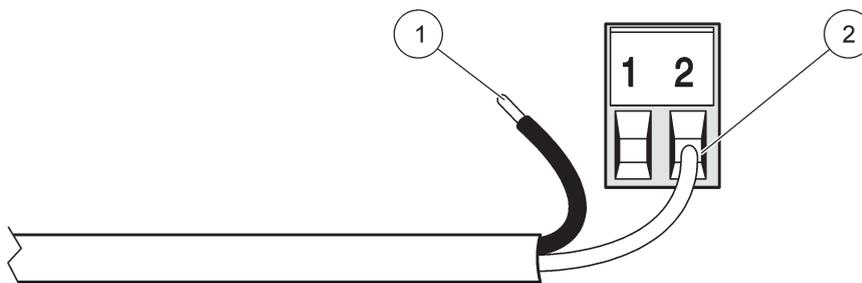
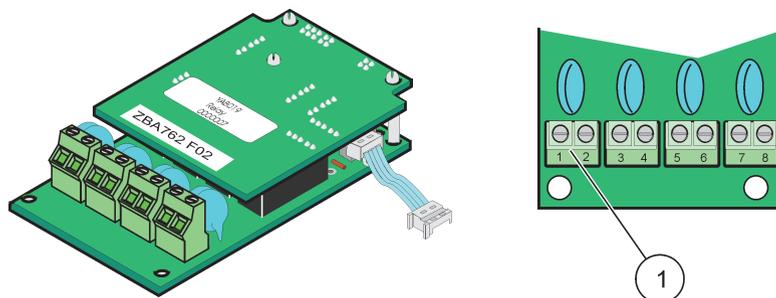
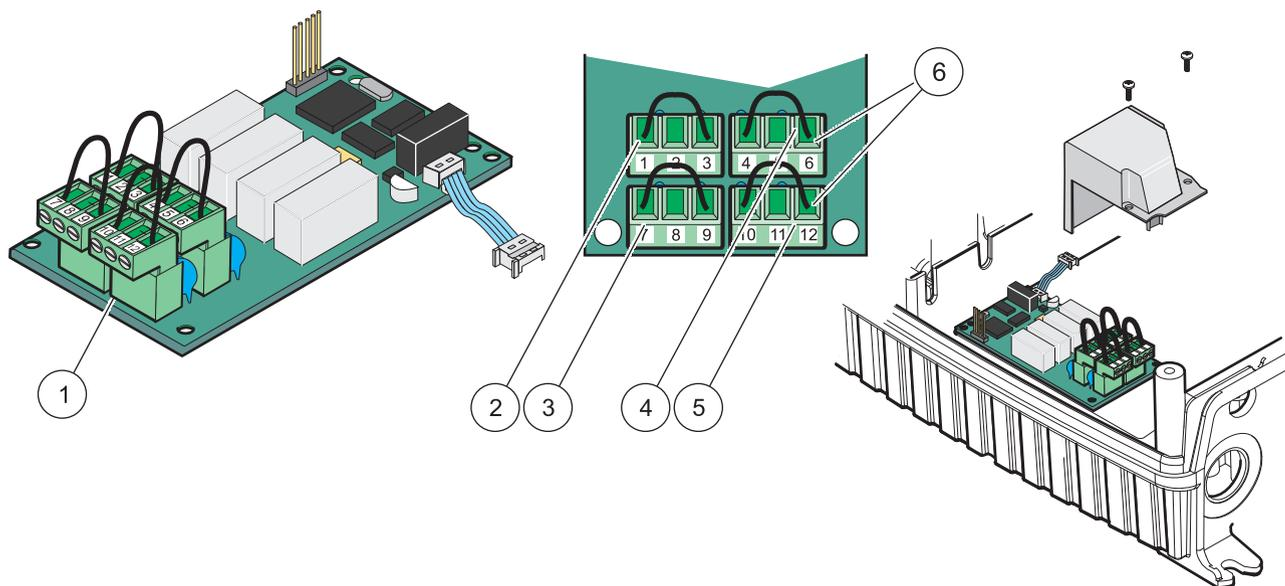

Figura 19 Para preparação de fiação adequada e inserção
Figura 20 Cartão de relés (versão antiga, descontinuado em 2008)
Figura 21 Cartão de relés (YAB076, comutação)
5. Alimente o cabo pela base do módulo e prepare adequadamente e insira cada fio Figura 19 no terminal de acordo com Figura 20/Tabela 3 e Figura 21/Tabela 4. Puxe gentilmente após cada inserção para ter certeza que a conexão está segura.